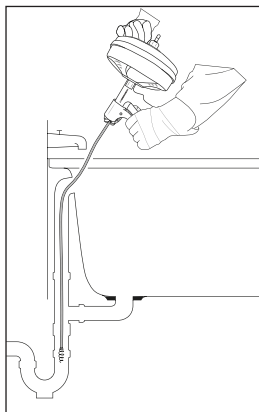

Fig. 2
- Brug aldrig spiralen **8** til afløb i badekar. Derved beskadiges spiralen **8**. Brug altid overløbet i stedet (se fig. 2).